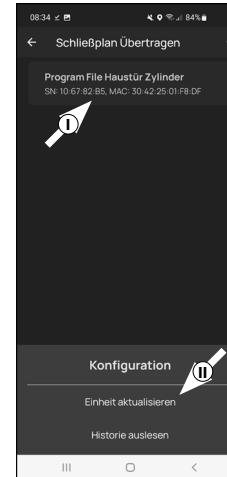

Abb. 6
⑥ Tippen Sie auf die soeben erstellte Programmierdatei (I) (Abb. 6) und in dem erscheinenden Menü auf „Einheit aktualisieren“ (II) (Abb. 6).